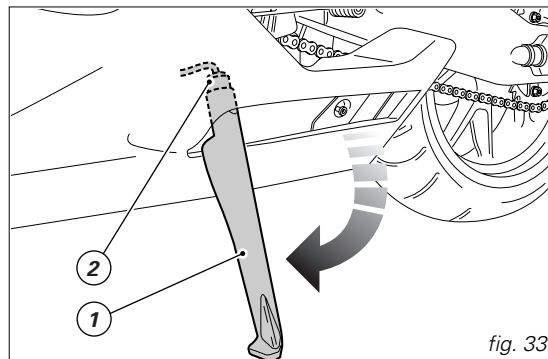

fig. 33
En la parte delantera del alojamiento debajo del asiento encontrarán el cable de anclaje del casco. Introducir la extremidad del cable (A) en el casco y luego introducir el gancho en las extremidades del cable. Dejar el casco colgado (fig. 33) y proceder con el remontaje del asiento para sujetarlo.
Caballote lateral (fig. 33)